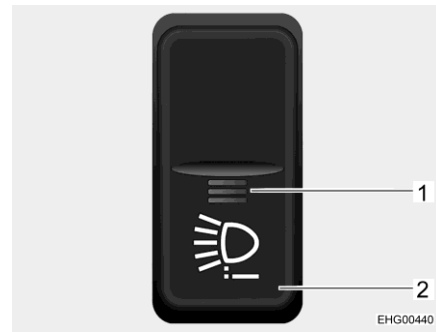

Bild 16 Wippschalter
- Wippschalter (Bild 16,2) drücken. Die Funktionsanzeige (Bild 16,1) leuchtet rot. In der Anzeige des Kombiinstrumentes wird die Textmeldung "Zusatzbeleuchtung aktiv" kurz eingeblendet.
Um das LED-Zusatzfernlicht zu deaktivieren, entweder den Motor ausschalten oder den Wippschalter (Bild 16,2) erneut drücken. Die rote Funktionsanzeige (Bild 16,1) erlischt.